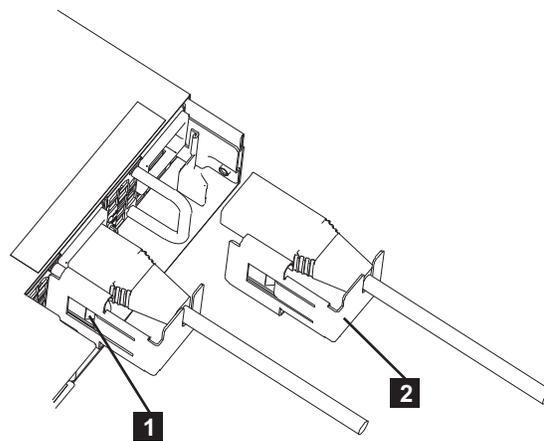

図 33. SAN ボリューム・コントローラー 2145-CG8 のケーブル保持ブラケット
ケーブル保持ブラケットは、図 33 に示すように、工具を使用せずに取り付けることができます。
2. 図 33 の **2** に示すように、電源コードの左側にケーブル保持ブラケットがくるように、ブラケットとコードの位置を調整します。
5. 図 33 に示すように、ケーブルとブラケットを押し込み所定の位置に収めます。